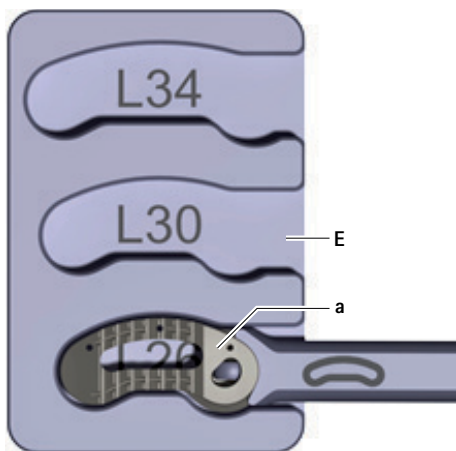

Fig. 9 Implantat i påfyllningshållaren
- Lägg implantatet **a** i påfyllningshållaren **E**, se Fig. 9. Ta hänsyn till implantatlängden (text på påfyllningshållaren: L26/L30/L34).